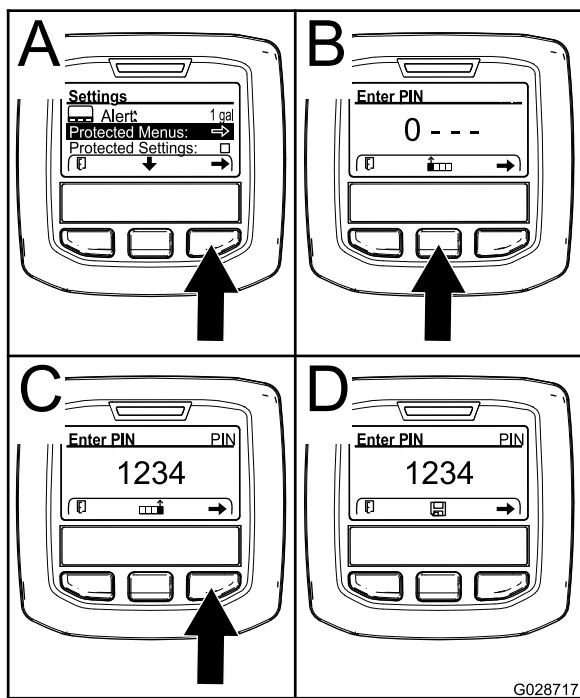

Bild 25
4. Drücken Sie die rechte Auswahl taste, um „Geschützte Menüs“ auszuwählen (A in Bild 25).
- Drücken Sie die mittlere Auswahl taste (B in Bild 25), um den numerischen Wert zu erhöhen (0 bis 9).
- Drücken Sie die rechte Auswahl taste (C in Bild 25), um den Cursor auf die nächste numerische Stelle nach rechts zu verschieben.
Hinweis: Das Speichern-Symbol wird über der mittleren Auswahl taste angezeigt (D in Bild 25).